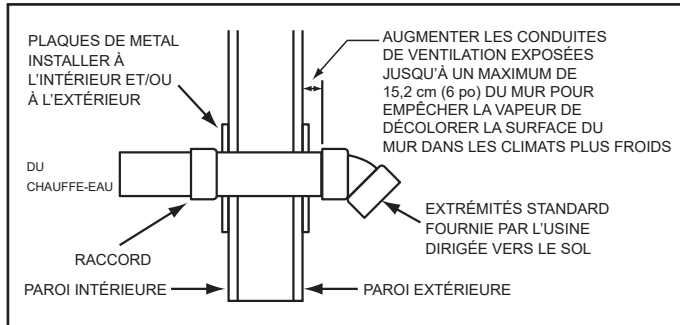

Figure 23. Installation à extrémités murales
- Couper une ou plusieurs longueurs de tuyau à installer de 8,9 cm (3,5 po) à 24,1 cm (9,5 po) plus longues que l'épaisseur du mur au niveau de l'ouverture. Voir *Figure 23*.
11. En travaillant de l'extérieur, enfiler le tuyau et la ou les bouches assemblées aux étapes précédentes à travers le mur. S'assurer de diriger la ou les bouches vers le sol. Voir *Figure 23*.
15. Poser un accouplement à l'extrémité du ou des tuyaux à l'intérieur du bâtiment. Avant que le mastic silicone n'ait eu le temps de prendre complètement, sortir du bâtiment et s'assurer que la ou les bouches d'évacuation sont toujours dirigées vers le sol. Voir *Figure 23*.